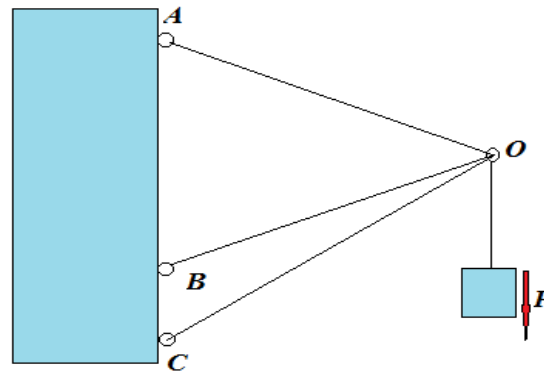

Рис.5
10. На трёх шарнирно закреплённых прямолинейных балках одинакового сечения S , изготовленных из одного материала с модулем E , подвешен груз весом P (Рис.5). Известна длина балки $AO = L$, углы $\angle OAC = 60^\circ$, $\angle OBA = 45^\circ$, $\angle OCA = 30^\circ$ и изгибная жёсткость балок EJ . Найти отношение продольных сил, действующих на каждую балку к весу груза.